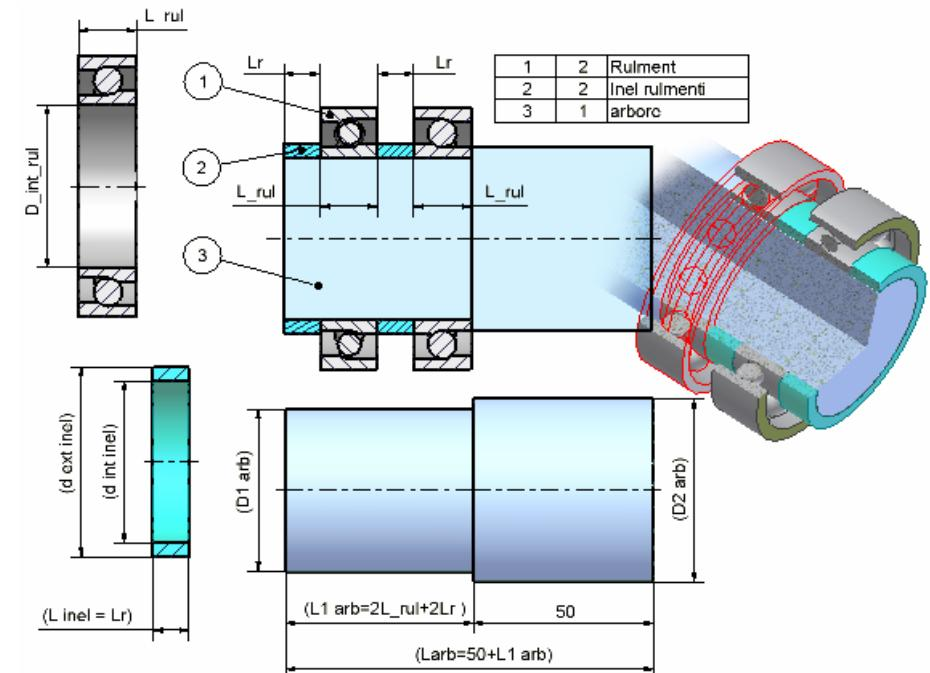
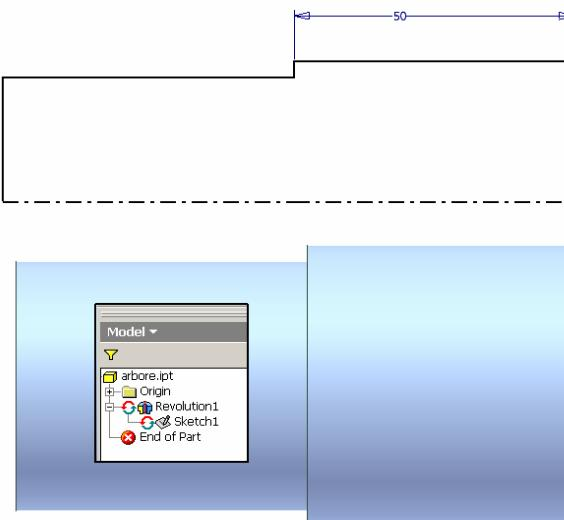
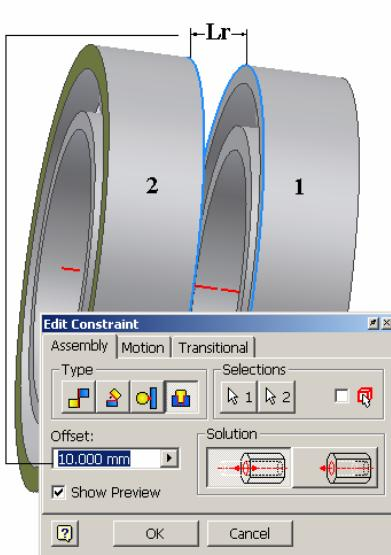

Figura 3.11.1.
Figura 3.11.10.
Figura 3.11.11.
Ansamblul rulmenți este prezentat în figura 3.11.1 și este compus din:
- Inel rulmenți (2 buc), figura 3.11.1;
- Arbore, figura 3.11.1
OBS: În figura 3.11.1 mărimele care se vor genera prin adaptivitate sunt încadrăte între paranteze.
Pentru generarea inelului se pleacă de la schița din figura 3.11.8, în care nu se plasează nici o dimensiune. Conturul se desenează cu dimensiuni arbitrale, dar apropriate valoric de dimensiunile rulmentului. După cum rezultă din figura 3.11.1 inelul este caracterizat prin trei dimensiuni, ale căror valori vor fi generate prin adaptivitate după următoarele considerente, care se vor traduce prin constrângeri în fișierul de ansamblu:
Pentru generarea arborelui se pleacă de la schița din figura 3.11.10, în care se plasează o singură dimensiune: lungimea de **50** care se consideră impusă pentru această piesă. Conturul se desenează cu dimensiuni arbitrară, dar apropriate valoric de dimensiunile rulmentului. După cum rezultă din figura 3.11.1 pentru ca arborele să fie complet definit mai sunt necesare alte trei dimensiuni, ale căror valori vor fi generate prin adaptivitate după următoarele considerente, care se vor traduce prin constrângeri în fișierul de ansamblu:
După trasarea schiței (cu impunerea numai a dimensiunii **50**), modelul 3D al inelului, figura 3.11.10, se obține prin rotația completă a conturului în jurul axei de rotație. În această figură este prezentat și panelul **Browser Bar** al operațiilor de modelare.
Ultima operație obligatorie este atribuirea caracterului de adaptabilitate, pentru intrarea **Revolution1** din panelul **Browser Bar**, prin activarea opțiunii **Adaptive** din meniul contextual activat prin buton dreapta mouse pe numele intrării; în urma acestei operații, atât intrarea **Revolution1** cât și intrarea subordonată acesteia, **Sketch1**, vor fi marcate de simbolul (figura 3.11.10), evidențiind astfel caracteristica de adaptivitate a acestei componente. Se salvează modelul în fișierul „**arbore.ipt**”.
- aliniere **Type - Insert, Solution – Opposed, Offset = 10** cerc interior **Rulment 1** cerc interior **Rulment 2**. Rulmenții vor fi poziționați astfel ca fața colorată diferit să fie spre exteriorul ansamblului, ceea ce ar trebui să corespundă condiției ca diametrul rulmentului **D4_rul** al inelului interior al rulmentului să fie poziționat înspre exteriorul ansamblului, iar diametrul rulmentului **D3_rul** al inelului interior al rulmentului să fie poziționat înspre interiorul ansamblului, figura 3.11.11. Distanța **Offset** dintre cei doi rulmenți reprezintă tocmai distanța **Lr**. În urma operației, panelul **Browser Bar**, afișat în modul **Modeling View**, este completat cu intrarea **Insert**, redenumită **Insert Lr** (cu valoarea 10 asociată). Pe figura 3.11.1 s-au notat cifrele 1 și 2 pentru a identifica numărul asociat rulmentului.